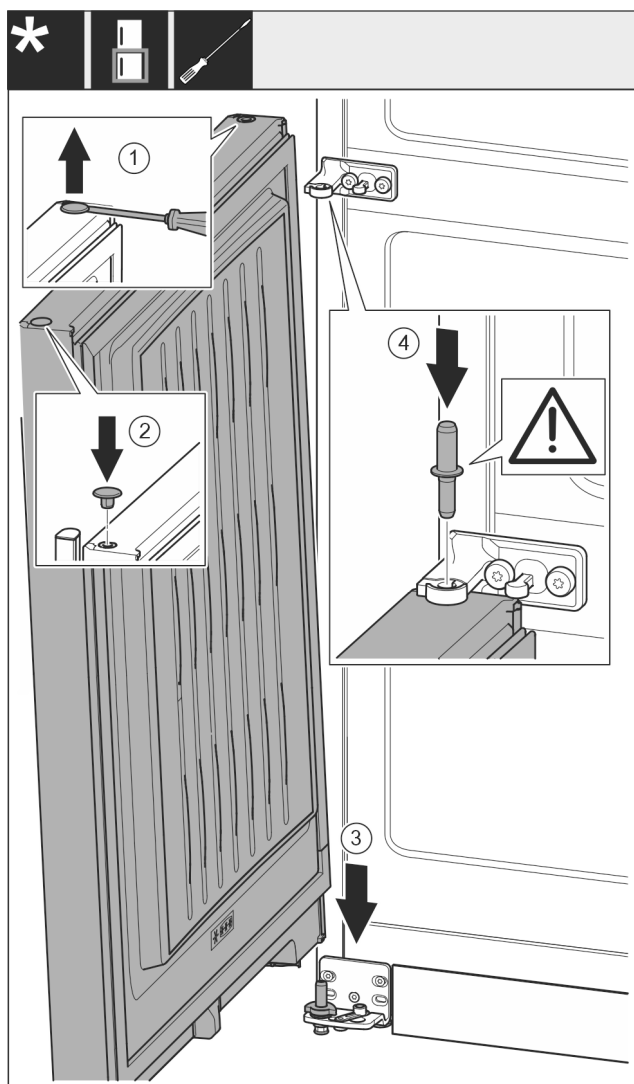

Fig. 19
- ▶ Levante cuidadosamente el tapón con un destornillador para tornillos de cabeza ranurada y extráigalo. Fig. 19 (1)
- ▶ Vuelva a colocar el tapón en el otro lado de la puerta. Fig. 19 (2)
- ▶ Coloque la puerta desde arriba sobre el perno de cojinete inferior. Fig. 19 (3)
- ▶ Inserte en la puerta inferior el perno de cojinete intermedio a través del soporte de cojinete intermedio. Preste atención a que el saliente de retención esté orientado hacia detrás. Fig. 19 (4)